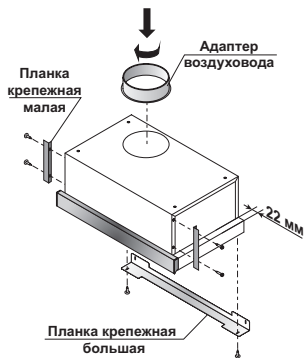

Рис. 2
1. Вставьте адаптер воздуховода. При необходимости, при помощи саморезов из монтажного комплекта и отвертки закрепите планки крепежные на корпусе вытяжки. (Рис. 2)